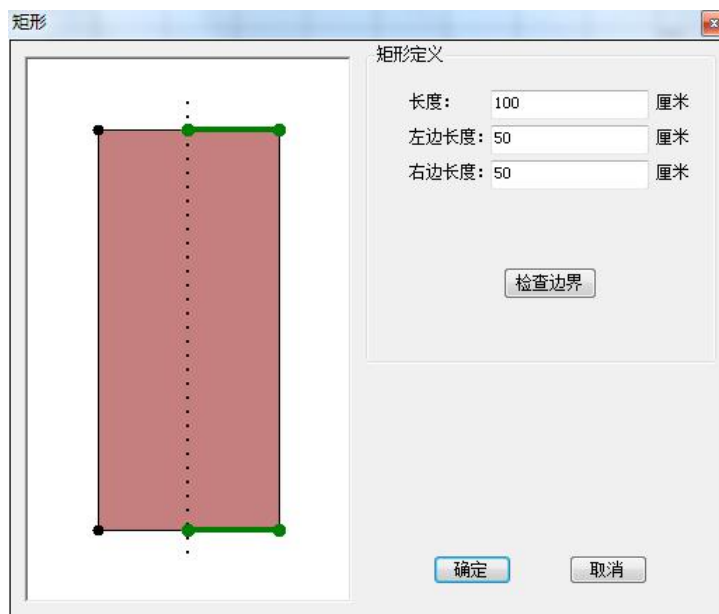
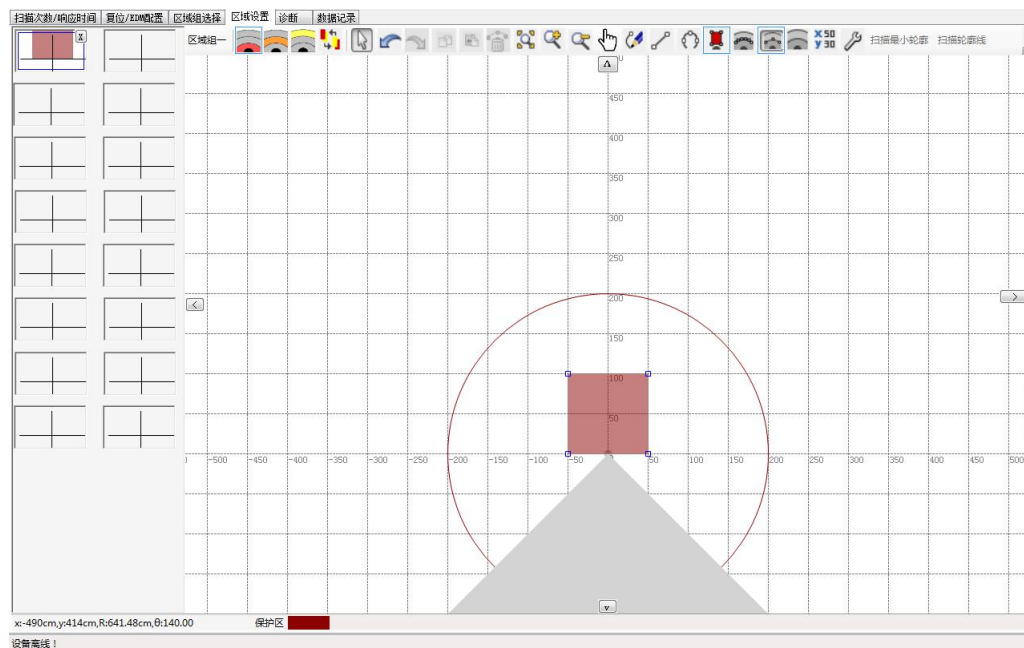
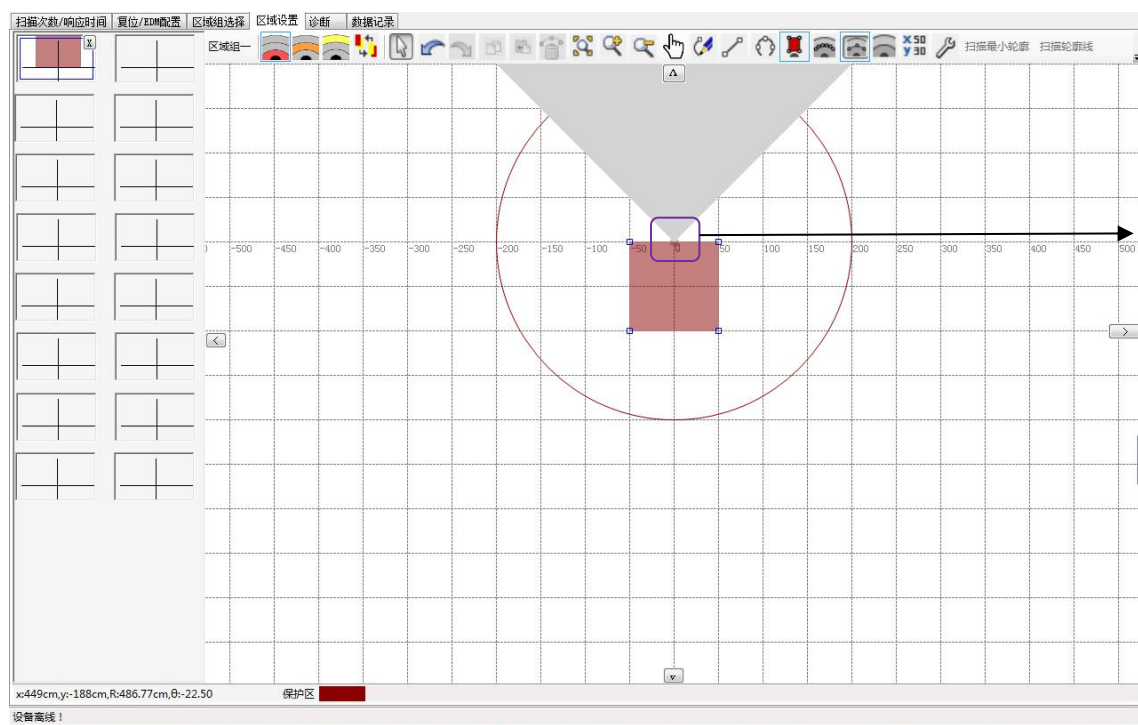

图 2.5.14 绘制矩形对话框
图 2.5.15 绘制矩形
图 2.5.17 调整后画布
点击矩形工具 ，弹出矩形设置对话框，如下图 2.5.14 所示。
可根据需求输入矩形的长度和宽度信息，如图 2.5.14 所示设置长度为 100，左右长度为 50，点击【确定】后，生成保护区域如图 2.5.15。
用户可根据实际扫描区域旋转画布。例如，选中【下方】，点击【确定】后，图 2.5.15 所示绘图区域的画布旋转后如下图 2.5.17 所示：
编辑修改点工具 ：对当前编辑区域进行精确修改，例如对图 2.5.15 所示矩形区域进行修改时，点击后弹窗如图 2.5.18 所示。
操作实例：假设已定义防护区域如图 2.5.17（矩形），下面分别介绍修改、增加、删除。
- (1) 对图 2.5.15 所示矩形区域进行边界点修改。点击，在弹窗中选择边界点列表视图中的一个坐标数据（50,0），然后在右侧【坐标输入】中将 XY 坐标调整为（50,50），点击【保存】后如下图 2.5.19 所示：